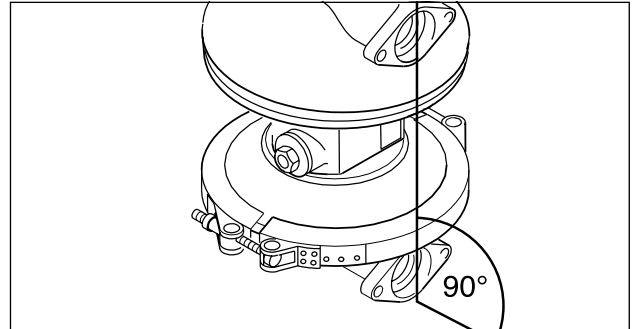
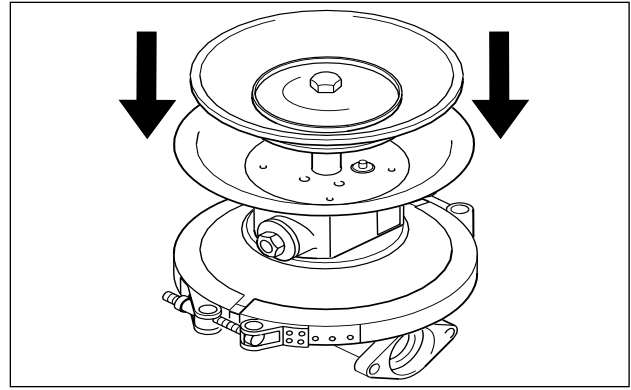

Fig. 7: Alineación de las cámaras de la bomba
Fig. 15: Montaje de la segunda cámara de la bomba
Si se utilizan sensores de rotura de diafragma, el suministro de aire se puede interrumpir cuando se produce una fuga. Las conexiones eléctricas pueden consultarse en el diagrama eléctrico que figura (fig. 7).
- Ensamblaje de la cámara de bombeo: Montar la membrana y fijarla atornillando el disco exterior de membrana con el par de apriete indicado en "Pares de apriete", sección 11. Las cámaras de bombeo se han de montar siempre con la membrana en posición de aspiración (pressionando el disco de membrana hacia dentro, hacia la cámara de aire) (Fig. 15). Atornille la cinta de sujeción o la brida de montaje. Monte la segunda membrana siguiendo el procedimiento análogo. Tienen que estar alineadas las superficies de contacto de las bridas de la carcasa de la bomba (Fig. 7).